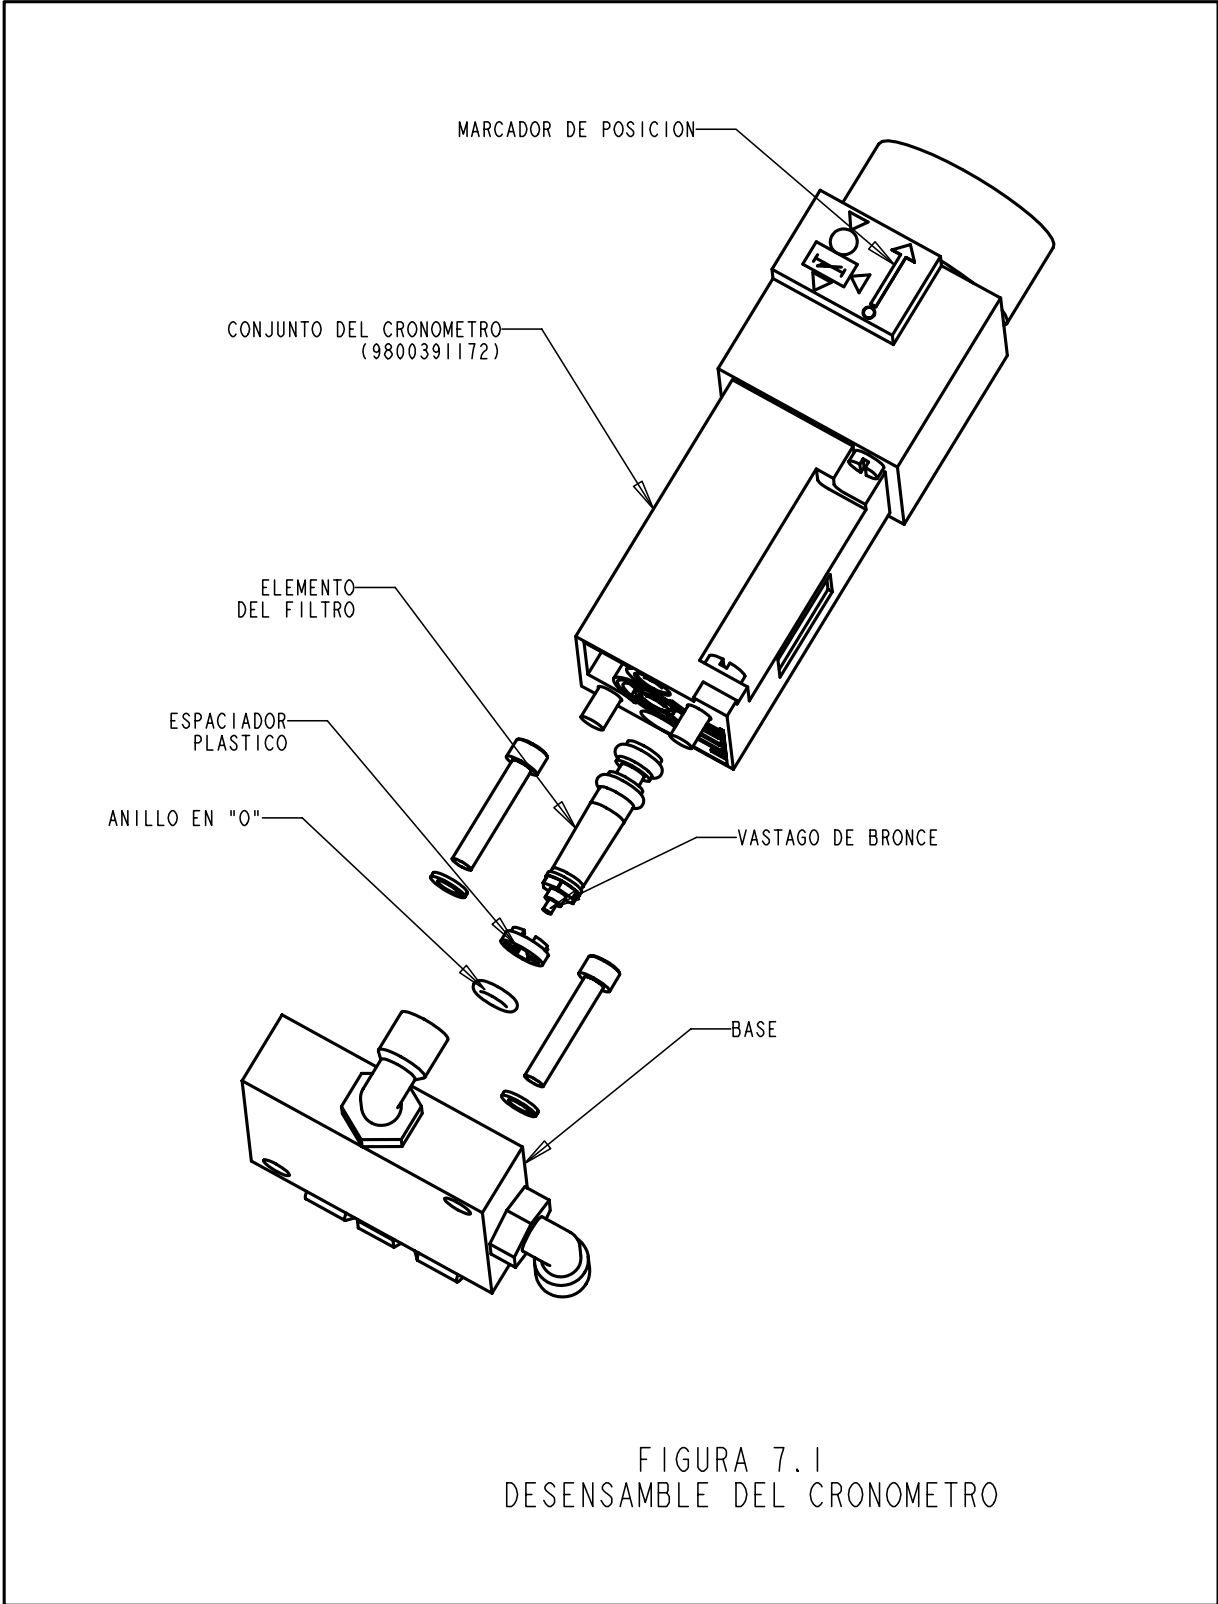

FIGURA 7.1
1. **FILTRO DE CRONÓMETRO.** Abra la cubierta posterior y retire el tornillo mariposa que sostiene la cubierta de la caja de control. Retire la cubierta de la caja de control (Figura 3.0). Retire el conjunto del cronómetro de la base (Figura 7.1) usando un destornillador de hoja plana. Retire el pequeño anillo en "O" y luego el espaciador de plástico. Agarre el pequeño pasador de bronce que se encuentra en el elemento del filtro y tire de él hacia afuera. Limpie el elemento del filtro con disolvente, séquelo con aire y vuelva a ensamblarlo.